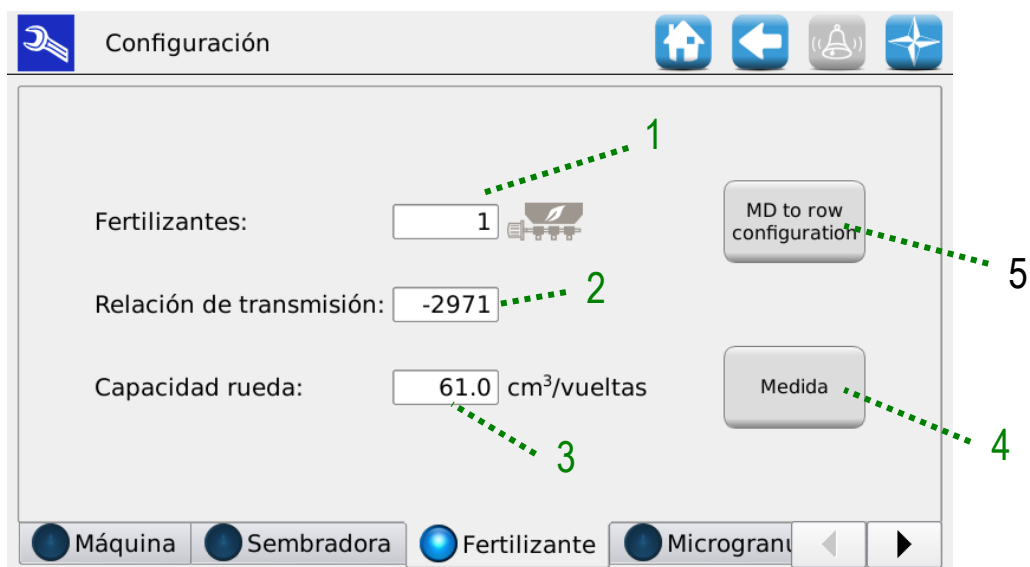

Figura 3-11 Parámetros configuración Abonadora
2. Pulsen el botón “Configuración MD hileras” (indicado con 5 en Figura 3-11).
Pulsen el botón “Medida” (indicado con 4 en Figura 3-11) en la página de configuración del abono y del microgranulador para empezar el proceso guiado y calcular experimentalmente la cantidad de producto que la tolva debe otorgar mediante el tornillo sinfín.